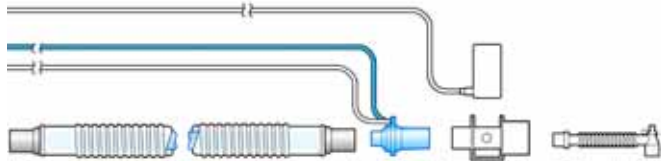

Рисунок 2-11. Подключение датчика CO₂/адаптера воздуховода к контуру пациента
3. Подключите датчик/адаптер воздуховода к дыхательному контуру пациента (рисунок 2-11), следуя приведенным ниже инструкциям.